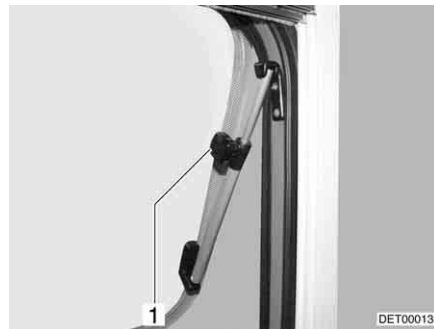

Bild 90 Överkantshängt fönster med vridspärr
- Öppna det överkantshängda fönstret till önskat läge och lås det med den lettrade hylsan (Bild 90,1).
- Vrid den lettrade hylsan (Bild 90,1) tills låsningen släpper.